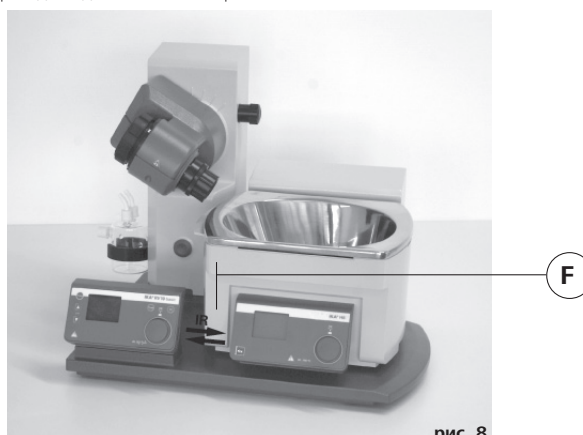

рис. 8
- ☞ Установите нагревательную баню на место для установки ротационного привода и сдвиньте ее влево (рис. 8).